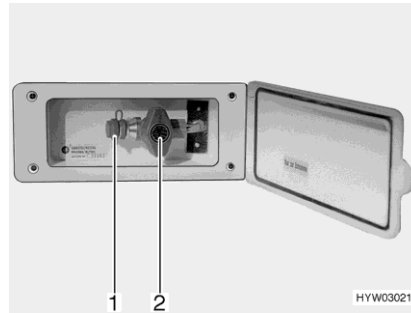

Bild 100 Extern gasanslutning
- Anslut den externa gasapparaten till anslutningar (Bild 100,1).
- Öppna gasavstängningsventilen (Bild 100,2).